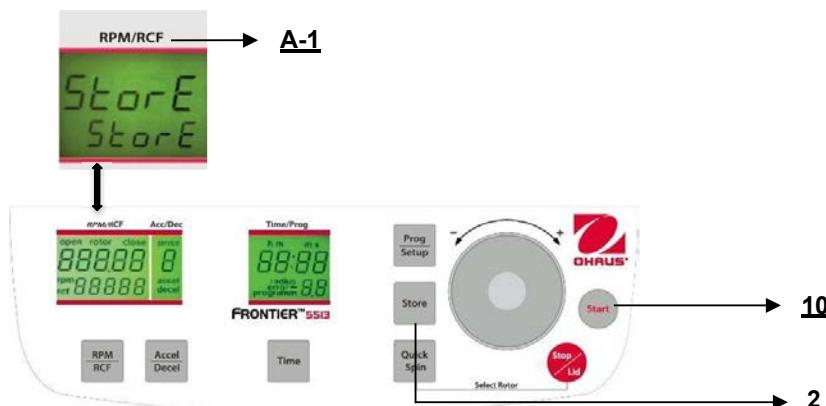

Abbildung. 28
Während die Zentrifuge ausgeschaltet ist, drücken Sie gleichzeitig die Tasten "Time"(7) und "Stop/Lid" (9) und schalten Sie die Zentrifuge am Hauptschalter ein. Lassen Sie nun beide Tasten los und als ein Ergebnis hiervom wird ein Anzeigetest von ungefähr 5 Sekunden durchgeführt. Alle Indikatoren werden gleichzeitig erscheinen (siehe Abbildung 28).